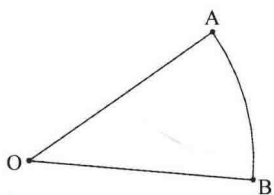

图 1-13 以中心和端点定圆弧
- (1) 在【圆弧】对话框中选取“中心和端点定圆弧”按钮和“坐标式”按钮.
- (2) 先选圆弧的圆心点 O,再选端点 A 与端点 B,绘制一条圆弧,如图 1-13 所示。